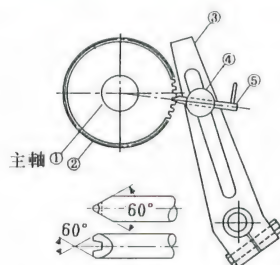

図17-13
チャック爪に棒を挟むのは物足りないが、バックプレートを加工するのも困るという方はこの方法を利用して下さい。目盛切りや歯切りなど割り出し数の多い仕事にも広範囲に使えます。写真17-12と図17-13の構造です。旋盤主軸①の左端に歯車②を取付け、旋盤付属のねじ切り用替え歯車ブラケット③に短い柱④を立て
ン⑤の先端は図17-13左下および図17-17のようにし、斜面で歯の腹を受けるようにします。ピン⑤を90°回して二又部も使いますと60歯の歯車で120等分ができ、8, 24, 40, 120, も割り出しできます。ピンをていねいに作れば歯切りなどの高度な仕事にも良い結果が得られます。ピン⑤の抜き差しのたびにロックネジを緩めたり締めたりするのは面倒に思われるかも知れませんが、この構造がもっとも簡単確実です。